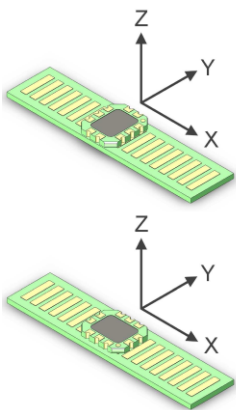
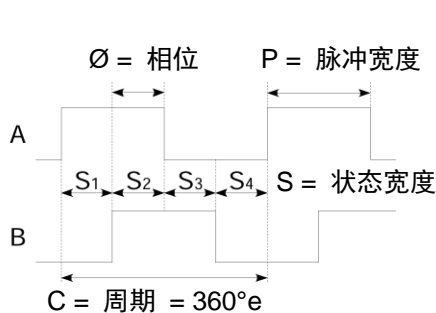

图1 XYZ轴坐标系。
图2 A与B正交的编码器输出信号。
ID4501L增量式编码器套件包括编码器和直线尺带（图1）。该编码器是PCB机壳内的SMD型集成电路。该编码器提供A与B正交增量信号（图2）。直线尺带是一个无源铜带的PCB电路。用表1选择该编码器的方向。
- 空气间隙: 在Z轴方向上, 编码器与尺带间的距离。参见图1。
- 周期: 一个A与B正交周期, 参见图2。
- 相位差 Φ : 通道A高电平状态中心与通道B高电平状态中心间的电气角度值。名义值为90°e。图2。
- 脉冲宽度P: 一个周期内输出高电平的电气角度值。名义值180°e。图2。
- 状态宽度S: 两个相邻A和B通道信号过渡之间的电气角度值。名义值为90°e。参见图2。